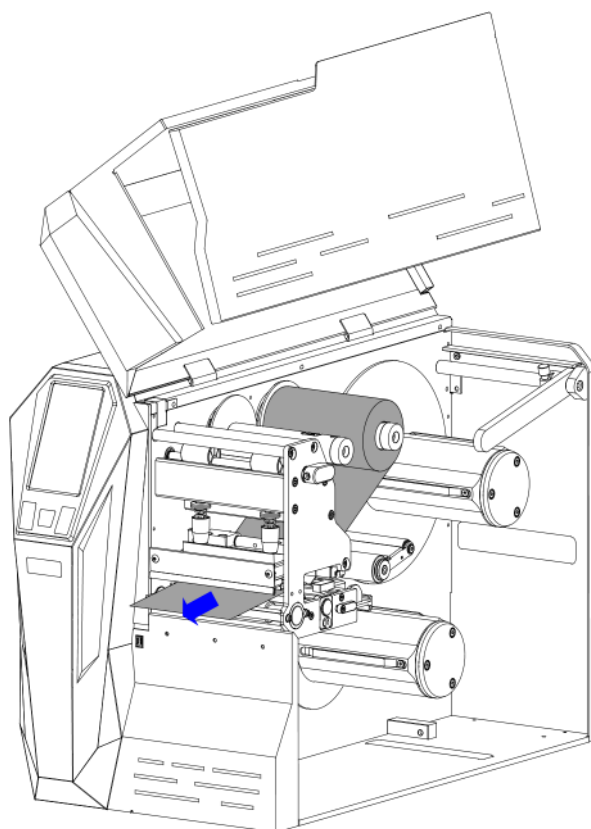

Рисунок 2-13 Пропуск ленты риббона через блок печатающей головки
5. Проложите ленту риббона, как указано на рисунке 2-4, проденьте ее под направляющим стержнем риббона и пропустите через блок печатающей головки. Убедитесь, что красящая сторона ленты риббона обращена к ленте носителя (рисунок 2-13).